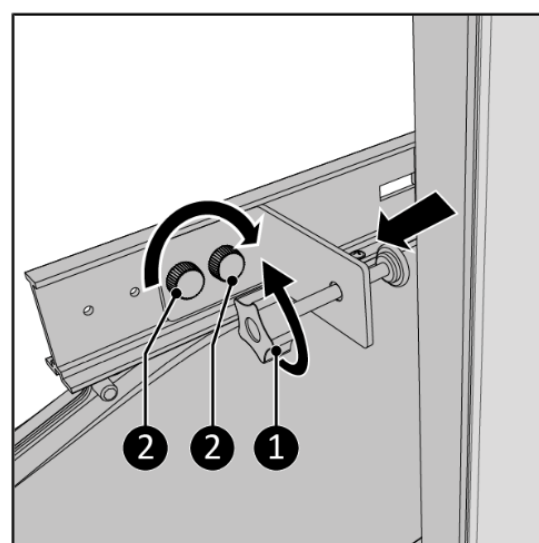

Figura 20.
13. Slăbiți șurubul de prindere de la clemă(13) (Figura 20, elementul 2).
15. Înșurubați suportul terminal pe șina principală folosind două șuruburi cu degetul mare (Figura 20, elementul 1).